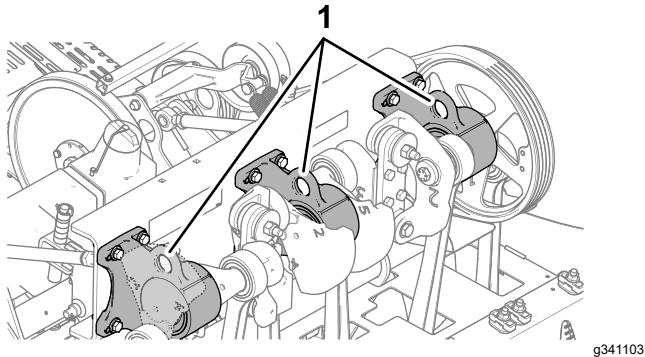

図 3
**注** 可能であれば、ホイストで機体後部を持ち上げてください。その場合、コアリングヘッドのベアリングハウジングについているアイを吊上げポイントとして利用します **図 3**。